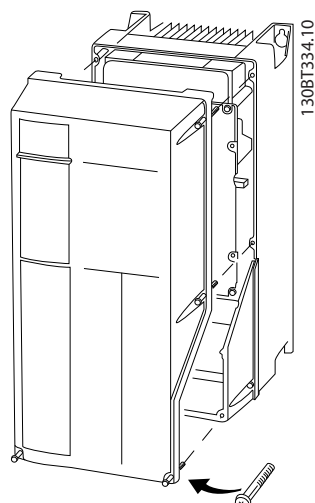

Abbildung 2.13 Zugang zu den Steuerklemmen in den Gehäusen A4, A5, B1, B2, C1 und C2
- Entfernen Sie alternativ die Frontabdeckung durch Lösen der Befestigungsschrauben. Siehe *Abbildung 2.13*.